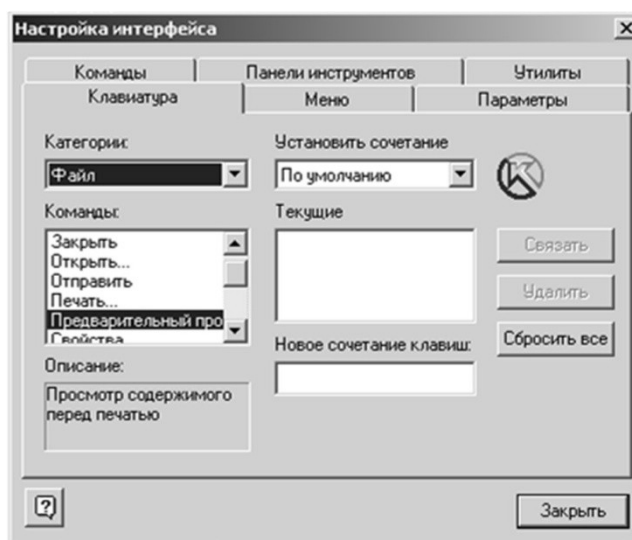

Рисунок 2.22 - Вкладка задания клавиатурных комбинаций
2. В появившемся на экране диалоге активизируйте вкладку Клавиатура (рисунок 2.22).